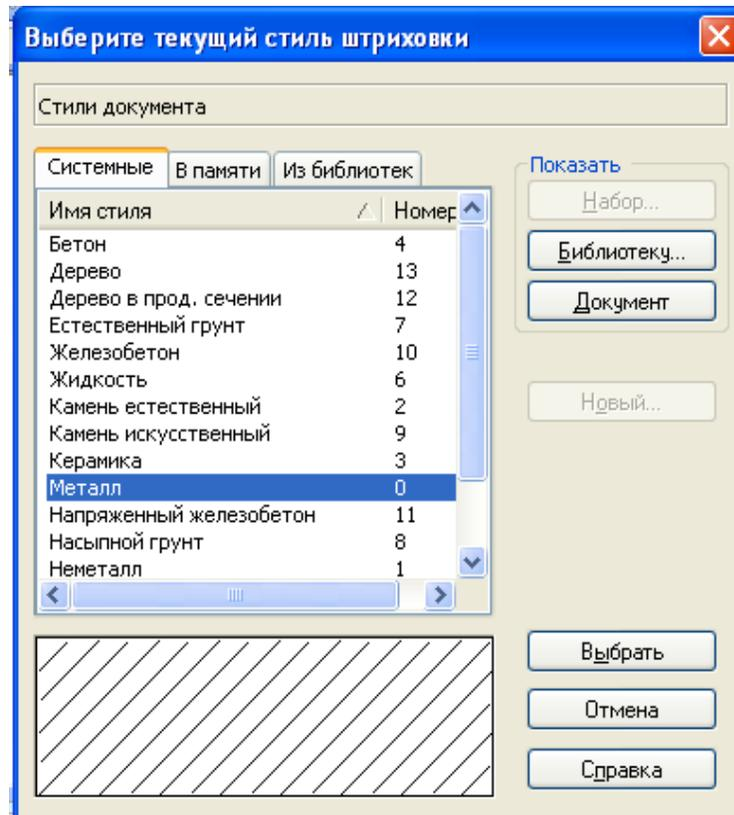

Рисунок 24. Окно выбора стиля штриховок.
2. Появится окно - *Выберите текущий стиль штриховки* (рис. 24). Щелкните на кнопке *Библиотеку* и загрузите библиотеку стилей штриховок GRAPHIC.LHS. После этого перейдите на вкладку *Библиотека*, на которой должны отобразиться различные стили штриховок.